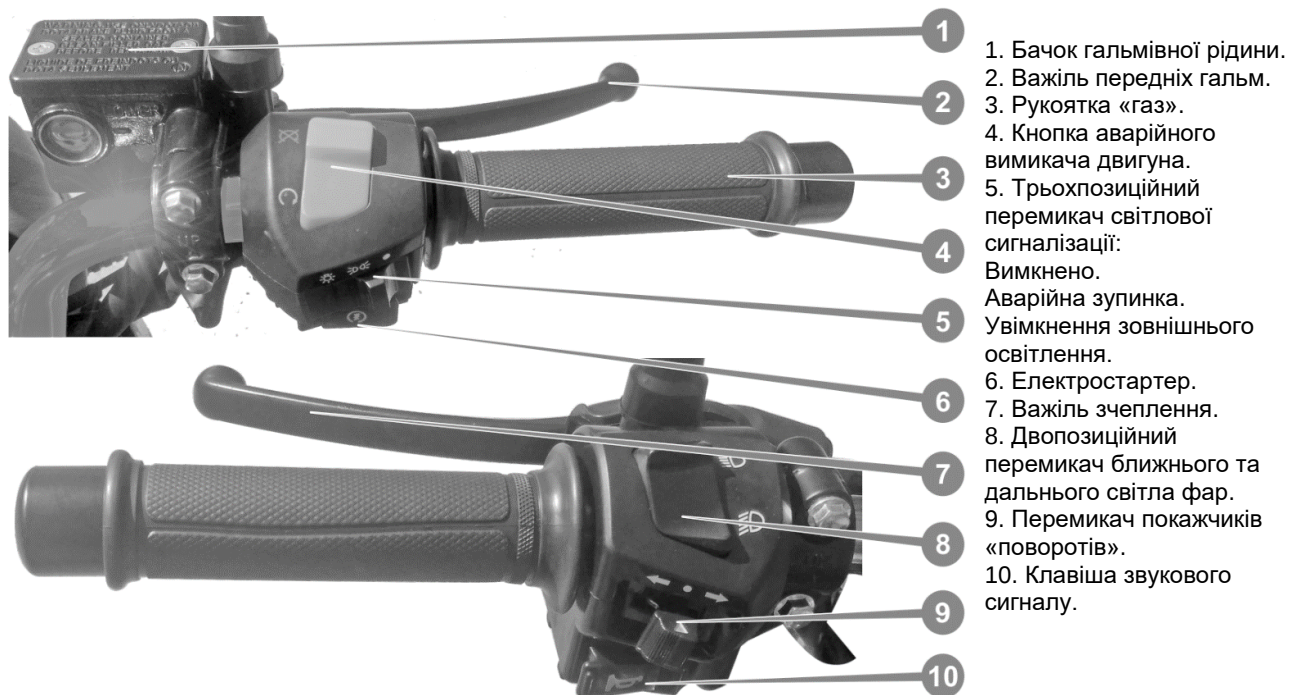

Рисунок 4. Права та ліва рукоятки керма*
2. Якщо дросельна заслінка повністю закрыта, натиснути кнопку запуску двигуна електростартером (див. рис. 4. поз. 4) і утримувати її в натиснутому стані до запуску двигуна, але не більше 5 секунд. Якщо двигун не запустився, почекати 10 секунд і знову натиснути кнопку запуску. Якщо двигун на холостому ходу працює нерівномірно, після запуску злегка відкрийте дросельну заслінку.
- Вижати важіль зчеплення на кермі (див. рис. 4. поз. 5) і утримувати його в цьому стані.